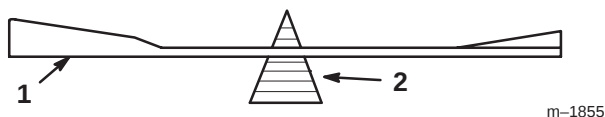

Figure 33
2. Vérifiez l'équilibre de la lame en la plaçant sur un équilibreur (Fig. 33). Si la lame reste horizontale, elle est équilibrée et peut être utilisée. Si la lame est déséquilibrée, limez un peu l'extrémité de la partie incurvée seulement (Fig. 31). Répétez la procédure jusqu'à ce que la lame soit équilibrée.